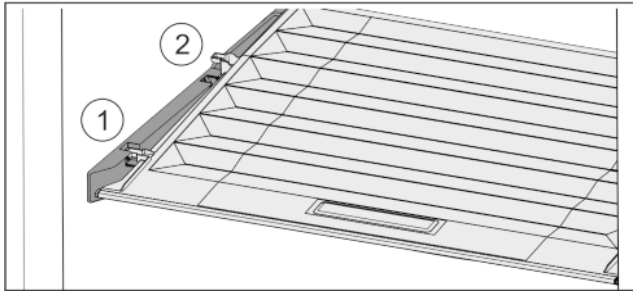

Fig. 32
- ▶ Tirer le couvercle vers l'avant jusqu'à l'orifice des pièces de retenue Fig. 32 (1).
- ▶ Le soulever par le bas à l'arrière et le sortir par le haut Fig. 32 (2).